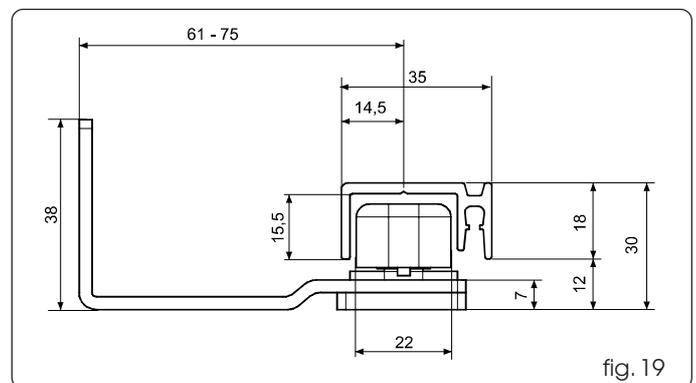

fig. 19
- Assembler les patins en considérant les dimensions des figures 19 et 20.
Pour la version autoporteuse, on recommande l'utilisation du patin illustré dans la fig. 19.